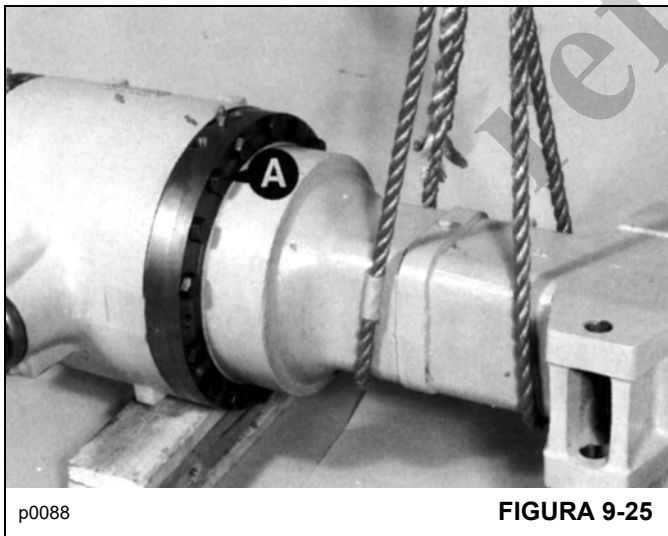

FIGURA 9-25
7. Instale los pernos **A** (Figura 9-25) y apriételos a 244 Nm (178 lb-pie).